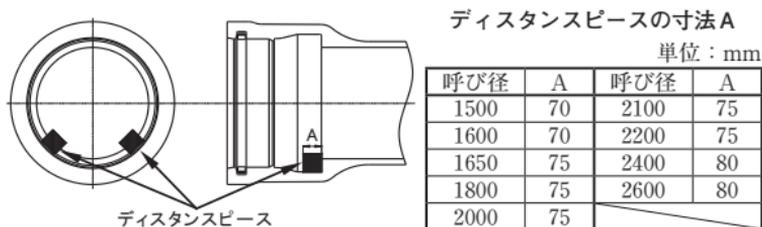

図 20 ディスタンスピースのセット
- (2) 受口内面奥にディスタンスピース(木製または金属製)を置く。図 20 にディスタンスピースの寸法 A を示す。これは接合に必要な胴付き間隔を確保するためのものである。